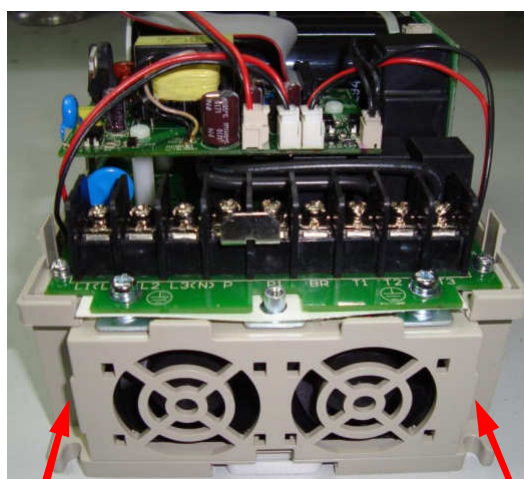

Рис.7.16
7.7.2. Установить панель вентилятора в установочную нишу, приложив рукой усилие до щелчка (рис.7.16). Проверить надёжность фиксации панели.